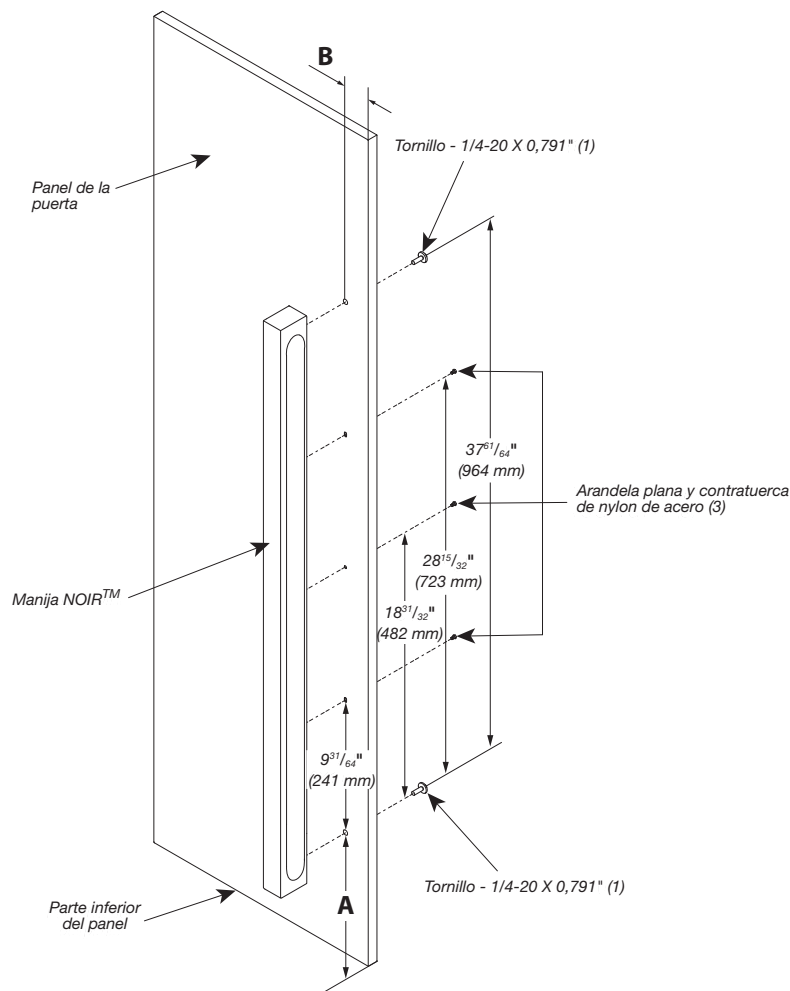

Figura 1 - Puerta del refrigerador/congelador
- Consulte la figura 1 y la tabla 1 para ver las ubicaciones de los orificios que son específicas del modelo y los requisitos de espaciado para el montaje de la manija NOIR™.
NOTA: La figura 1 representa un panel de congelador de dos puertas (izquierda), un panel de refrigerador de puerta francesa (izquierda), un panel de refrigerador de apertura a la izquierda con montaje inferior y un panel de congelador/refrigerador de columna. Contraponga el patrón de orificios en el panel de la puerta opuesta, en caso de ser necesario.
1. Mida "A" desde la parte inferior del panel y mida "B" desde el costado del panel. Marque la ubicación de los orificios como se indica en la figura 1. Consulte la tabla 1 para obtener las dimensiones "A" y "B" según la configuración del panel.